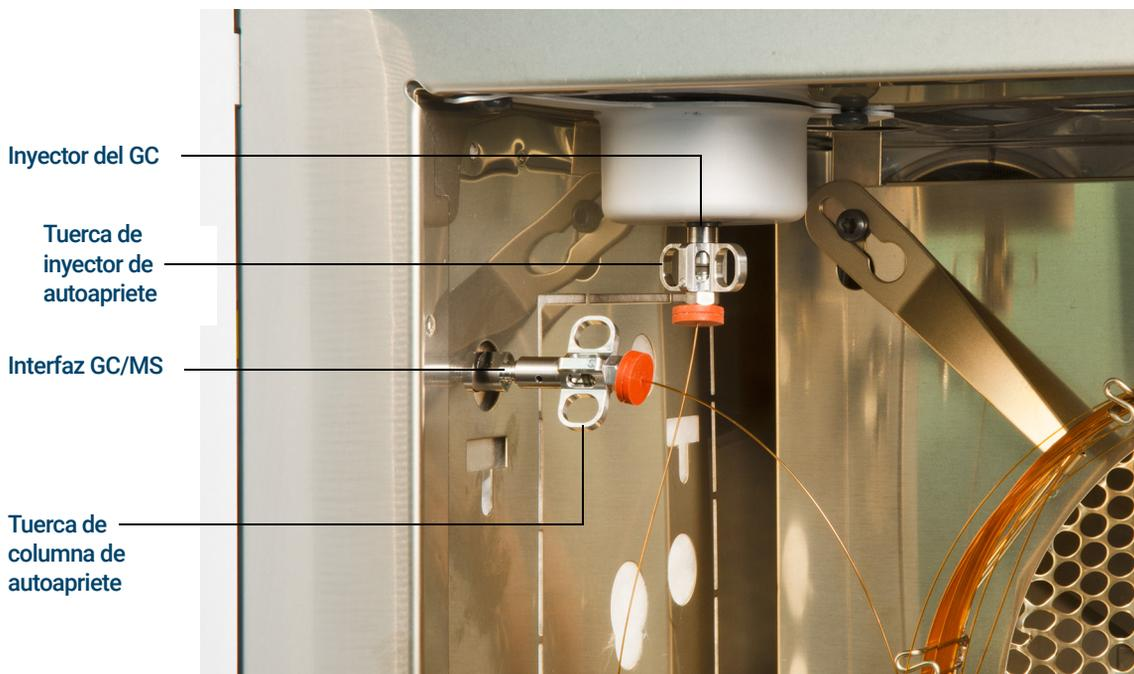

Figura 22. Instalación de una columna capilar en la interfaz de GC/MS
- 11 Apriete manualmente la tuerca. (Consulte la **Figura 22**). Asegúrese de que la posición de la columna no cambia al apretar la tuerca.